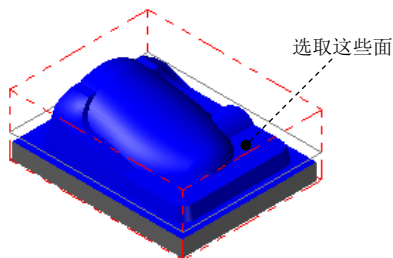

图 17.11 选取加工面
Step1. 选择加工方法。选择下拉菜单 **刀具路径 (T)** → **曲面精加工 (F)** → **精加工平行铣削 (F)...** 命令。
Step2. 设置加工区域。在图形区中选择图 17.11 所示的面（共 45 个），单击 Enter 键，系统弹出“刀具路径的曲面选取”对话框。单击 按钮，完成加工区域的设置，同时系统弹出“曲面精加工平行铣削”对话框。